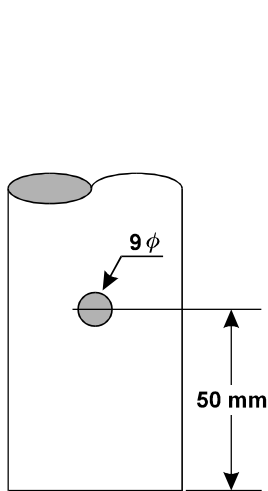

Figure 1
1. Percer un trou de 9 mm de diamètre de part en part dans le mat, centré à 50 mm de la base du mat (voir Figure 1). S'assurer que le perçage est bien perpendiculaire et correspond bien aux trous situés sur les mâchoires support de mat.